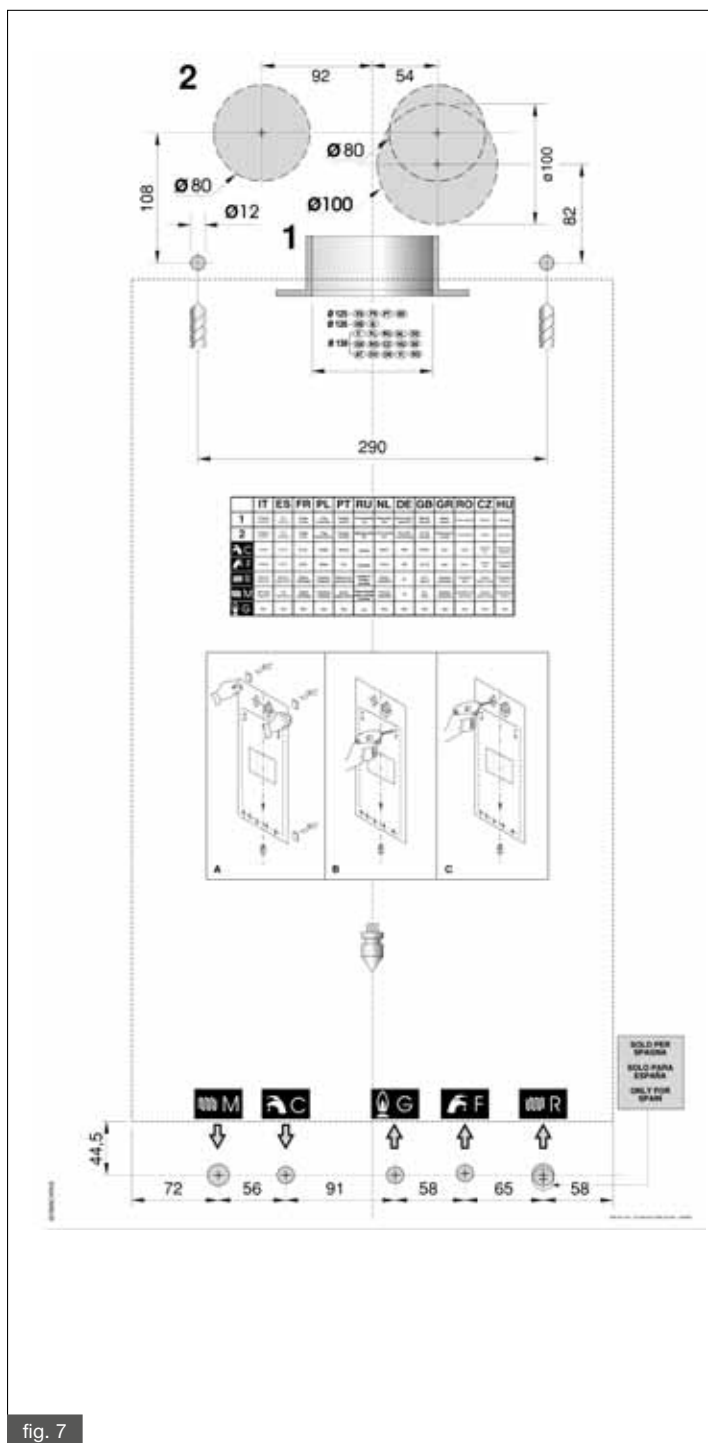

fig. 7
- la dima di fissaggio della caldaia al muro (fig. 7);
Ogni apparecchio è corredato di un'apposita dima in carta (fig. 7), contenuta nell'imballo, che consente la predisposizione delle tubazioni di allacciamento all'impianto di riscaldamento, all'acqua sanitaria, alla rete del gas e alle tubazioni di aspirazione aria/scarico fumi al momento della realizzazione dell'impianto idraulico e prima dell'installazione della caldaia.